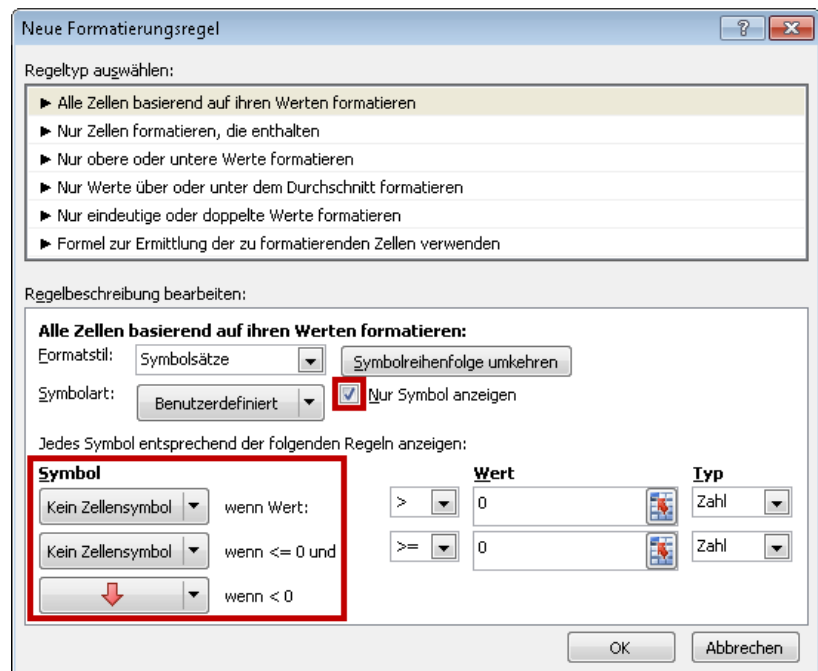

Bild 4: Damit Excel 2010 nur rote Pfeile für einen Abwärtstrend anzeigt, lassen sich die grünen und gelben abwählen.
6. In Excel 2010 können Sie jetzt noch die grünen und gelben Pfeile von der Anzeige in der Trend-Spalte ausschließen, indem Sie jeweils die Einstellung "Kein Zellsymbol" wählen (Bild 4).